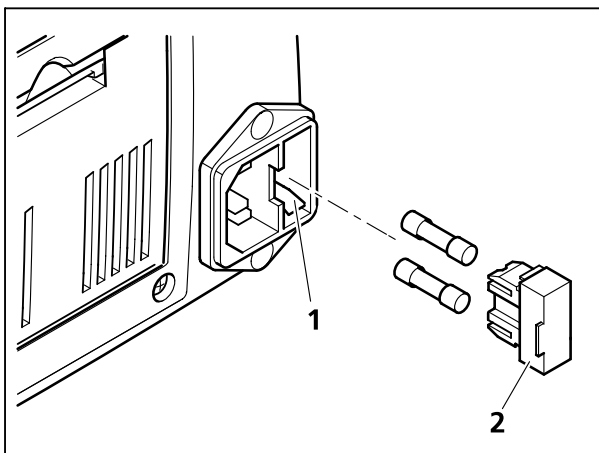

Bild 5-1 Sicherungen im Stativ wechseln
- Sicherungshalter (Bild 5-1/2) nach vorn heraus-
Sicherungsfach (Bild 5-1/1) einschieben.